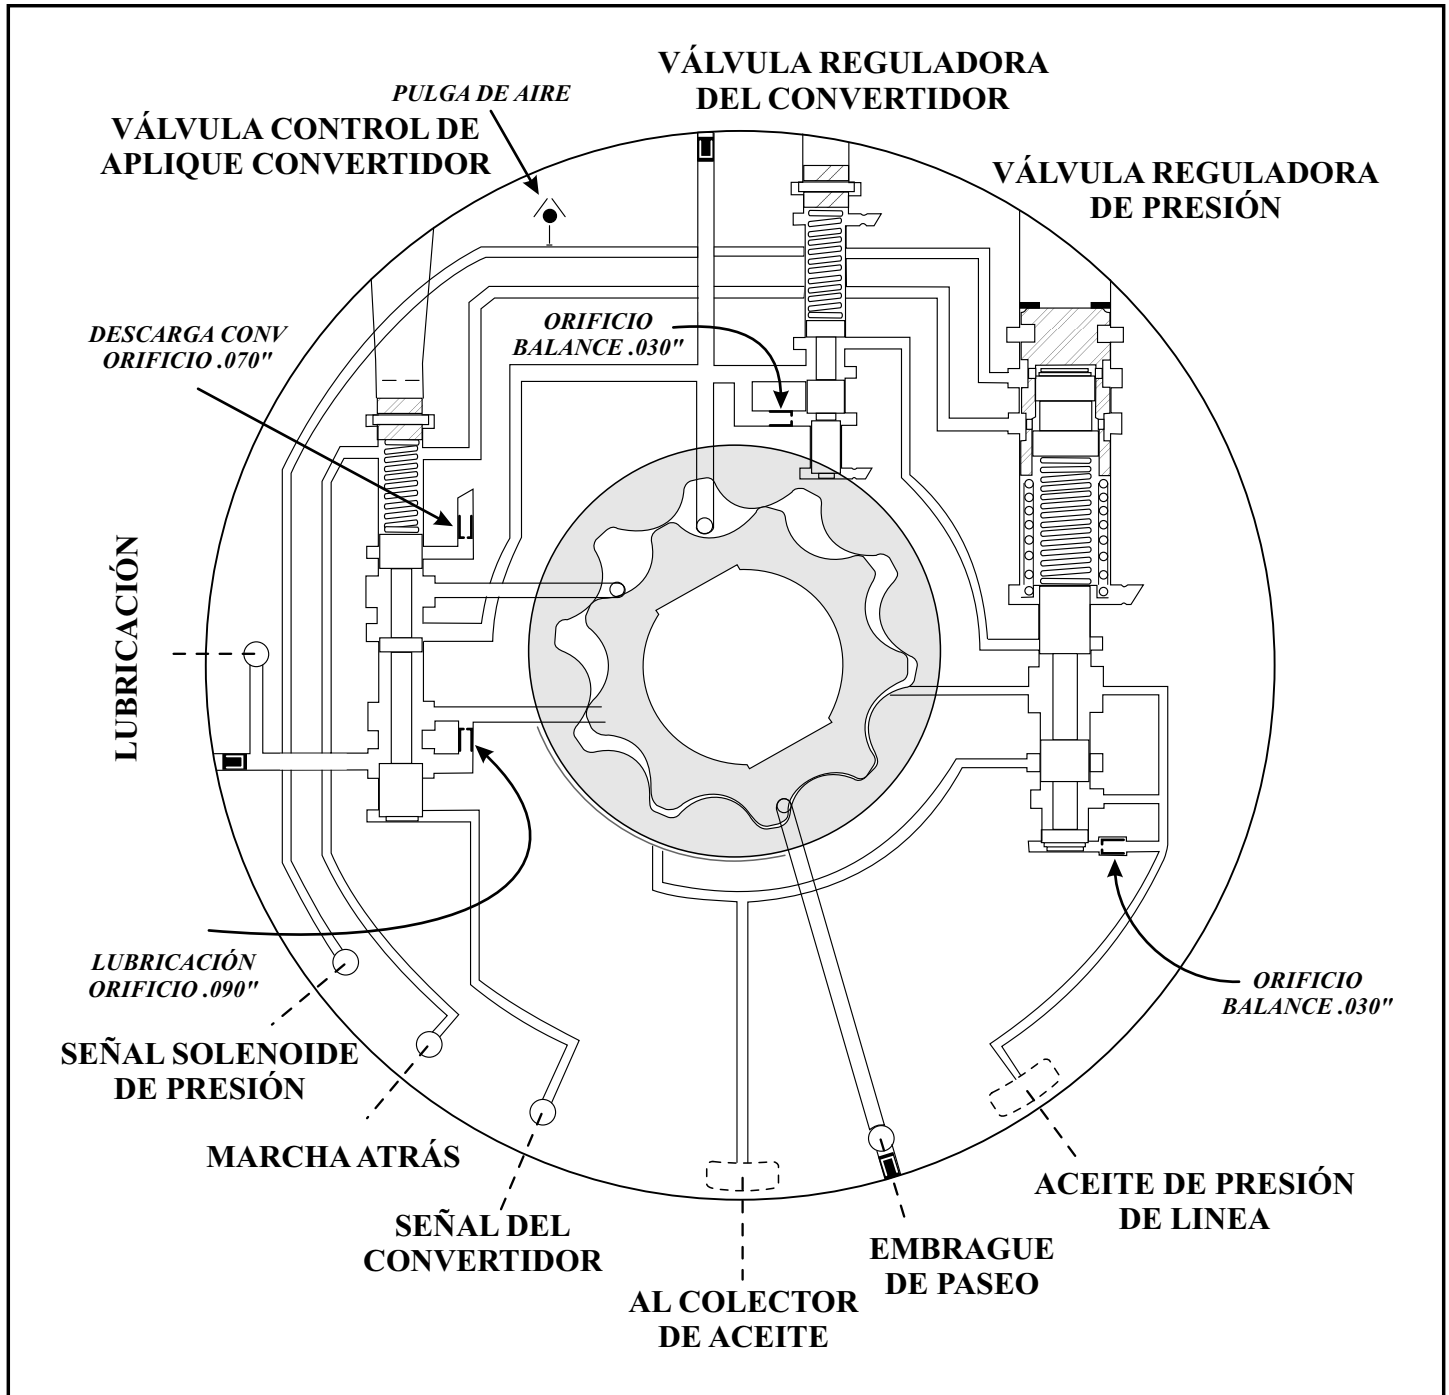

Figura 4
- Refierete a la Figura 4 para el circuito hidráulico de las bombas no moduladas.*